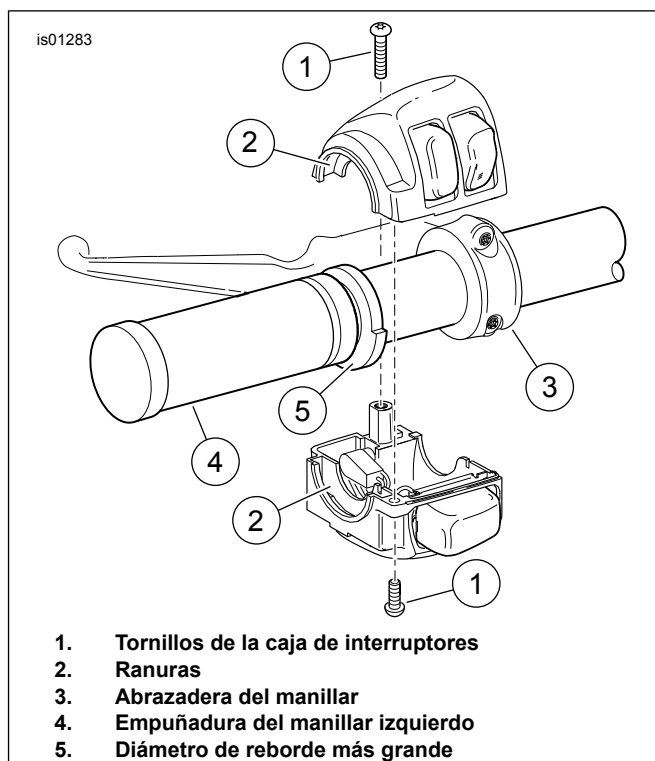

Figura 4. Caja de interruptores del manillar izquierdo
3. Vea Figura 4 . Coloque la empuñadura con calefacción del lado izquierdo (4), de modo que la parte del reborde con diámetro mayor (5) esté hacia abajo. Empuje la empuñadura completamente en el manillar.
4. Posicione la caja de interruptores inferior por debajo de la empuñadura para que las ranuras (2) en el lado externo de la caja de interruptores de ajusten sobre el reborde del extremo de la empuñadura.
14. Vea la Figura 4 , que muestra el montaje similar de los interruptores del lado izquierdo. Posicione la caja de interruptores inferior por debajo de la empuñadura para que las ranuras (2) en el lado externo de la caja de interruptores de ajusten sobre el reborde del extremo de la empuñadura.